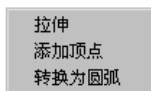

图 6.6.2 快捷菜单(一)
时, 会弹出图 6.6.2 所示的快捷菜单, 可在快捷菜单中选择相应命令对多段线或多边形进行编辑。
- 允许按 Ctrl 键循环改变对象编辑方式行为 复选框: 选中此复选框后, 当使用夹点对多段线或多边形进行编辑时, 可按 Ctrl 键对图 6.6.2 所示的命令进行切换。
- 选择对象时限制显示的夹点数 (M) 文本框: 当初始选择集包括多于指定数目的对象时, 抑制夹点的显示。有效值的范围是 1~32767, 默认值是 100。